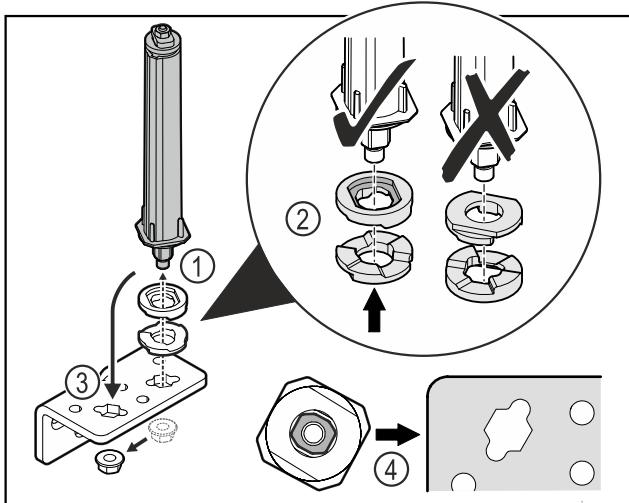

Fig. 27
- Otpustite maticu i skinite sustav zatvaranja vrata Fig. 27 (1).
- Pazite na ispravno poravnanje pločica za namještanje visine Fig. 27 (2).
- Premjestite sustav zatvaranja vrata u kutnim šarkama i pričvrstite ga maticom Fig. 27 (3).
- Pri umetanju pazite na ispravno poravnanje sustava zatvaranja vrata Fig. 27 (4).